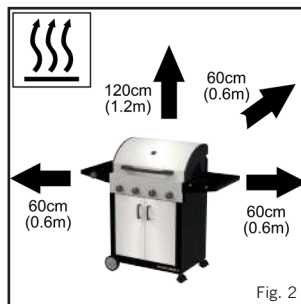

Fig. 2
- Veiller à ce que l'appareil soit utilisé loin de tout matériau inflammable. Les distances de sécurité minimales sont de 1,2 m d'espace libre au-dessus de l'appareil et de 60 cm derrière et sur les côtés de l'appareil (voir Fig. 2).